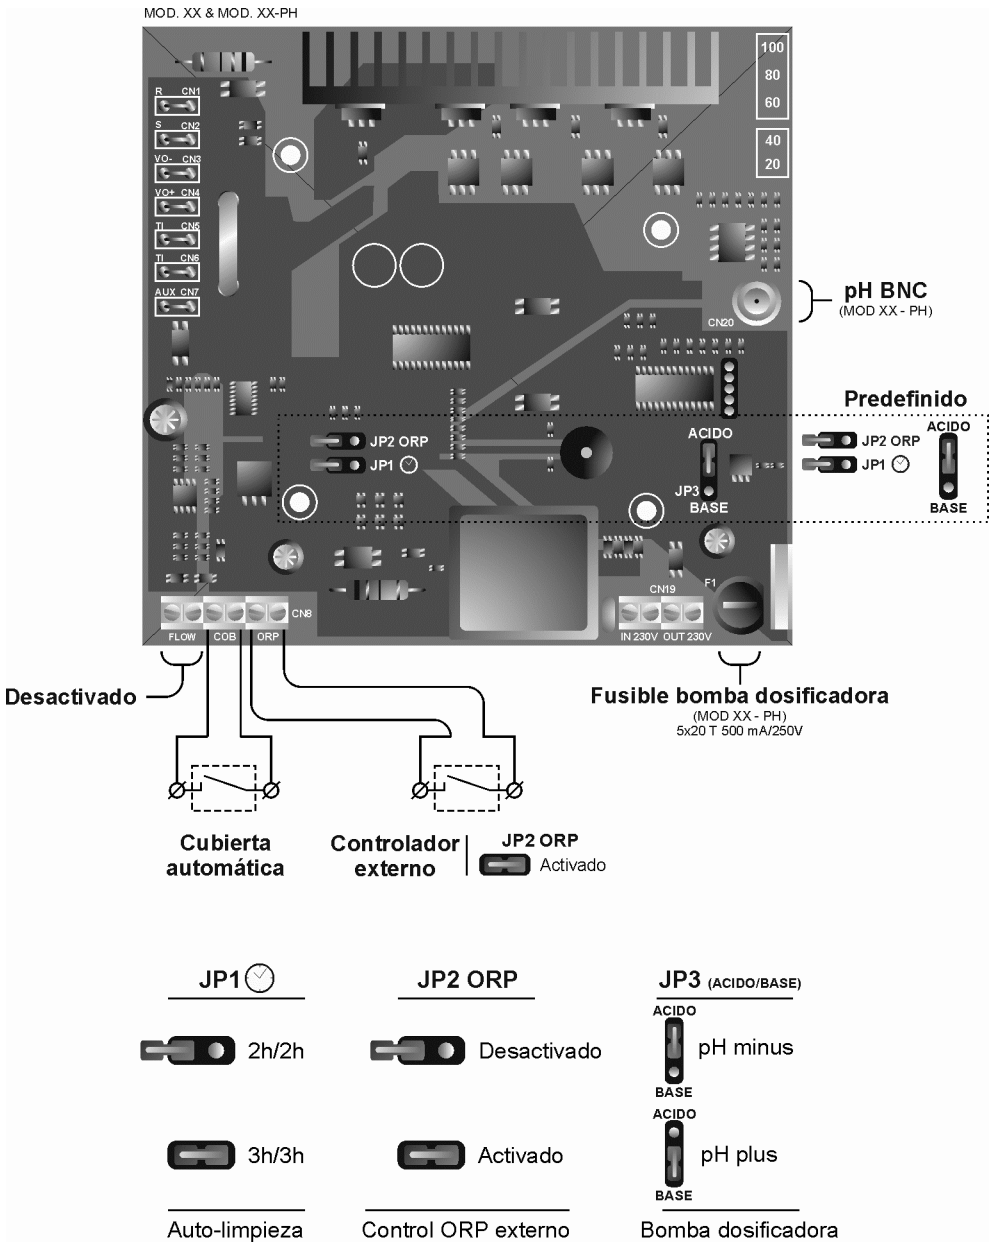

Fig. 16
- **Sistema de AUTOLIMPIEZA DE ELECTRODOS:** los leds [5] indican el estado de polarización de los electrodos (directa/inversa). La frecuencia de inversión se puede seleccionar mediante el jumper "JP1" situado en la placa del control del sistema (Fig. 16). Esta configuración se hará efectiva cuando el equipo se desconecte y se vuelva a conectar.